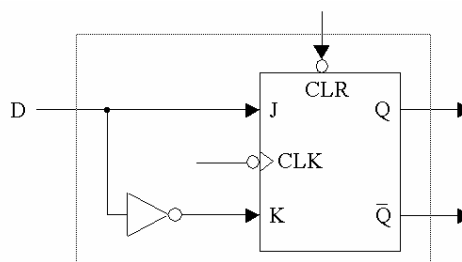

Figura 32: Entidad para el detector.
2. Mediante un diseño estructural formado por biestables tipo D y un circuito combinacional (información en la pág. 162 del texto base de la asignatura). El biestable tipo D debe construirlo reutilizando el biestable J-K que creó previamente. La Figura 32 le muestra cómo realizarlo.